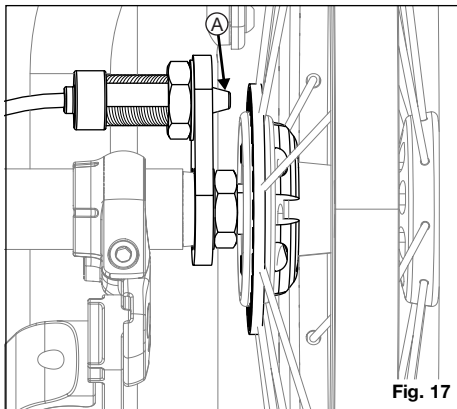

Fig. 17
2. Kontroller visuelt, at hjullåsestifterne er trukket helt tilbage fra hjullåsepladen (fig. 17:A).